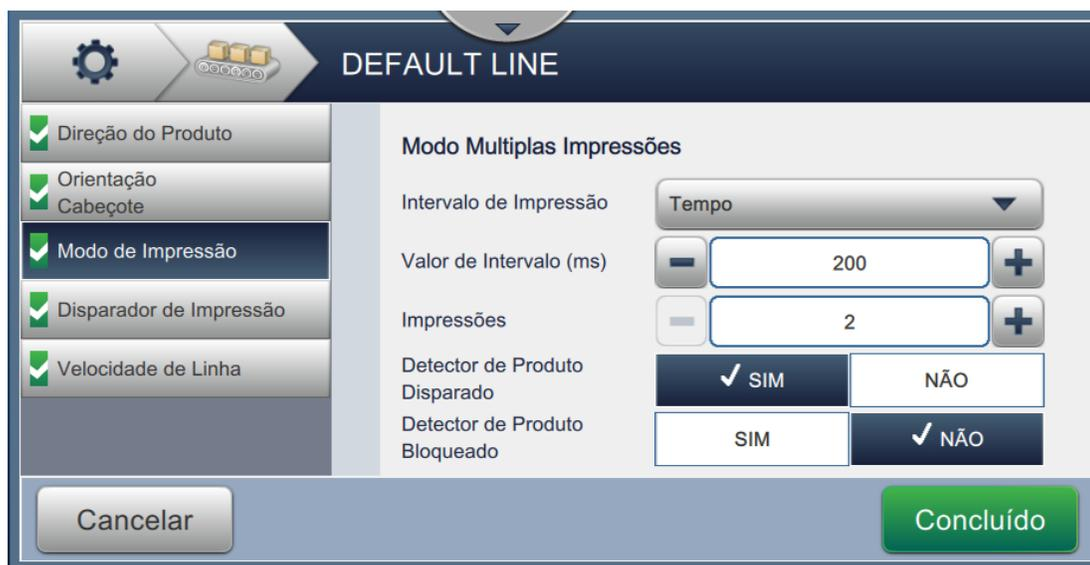

Figura 6-31: Modo múltiplas impressões
2. Altere os parâmetros na tela Configurações, toque no botão  para definir o modo, como mostra a Figura 6-31.